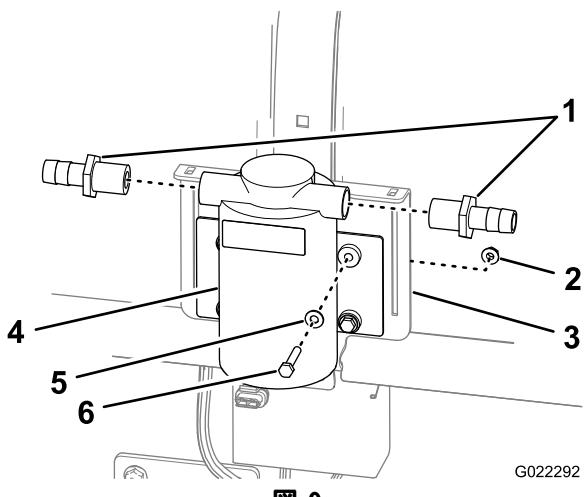

図 9
2. ポンプをフレームに固定する；ボルト4本、小さいワッシャ、ナットを使用する（図9）。
3. ポンプの吸引ポートと吐出ポートに、ストレート・バーブフィッティング（2個）を取り付ける（図9）。